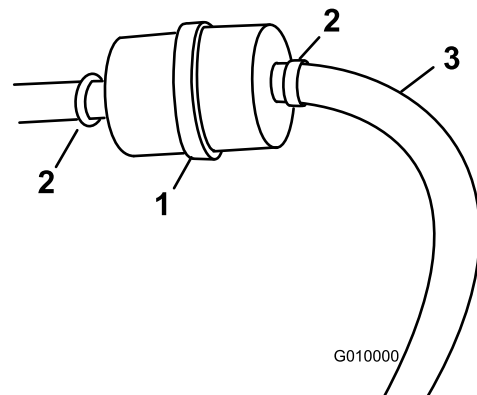

Bild 52
3. Lösen Sie die Schlauchklemmen und schieben Sie sie vom Filter weg (Bild 52).
5. Setzen Sie einen neuen Filter auf die Schläuche auf und ziehen Sie die Schlauchklemmen fest (Bild 52).
3. Lockern Sie die Schlauchklemme am Kraftstofffilter und schieben Sie sie an der Kraftstoffleitung weg vom Kraftstofffilter (Bild 52).
4. Schließen Sie die Kraftstoffleitung vom Kraftstofffilter ab (Bild 52).
Hinweis: Lassen Sie das Benzin in einen Benzinkanister oder eine Auffangwanne ablaufen (Bild 52).
5. Bringen Sie die Kraftstoffleitung am -filter an. Schieben Sie die Schlauchklemme ganz an den Kraftstofffilter heran, um die Kraftstoffleitung zu befestigen (Bild 52).